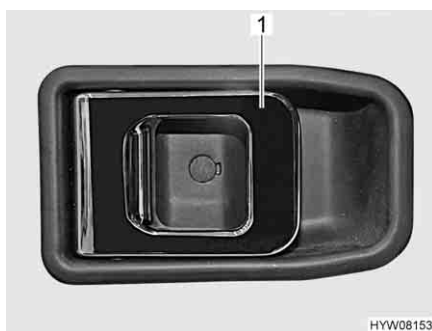

Fig. 49 Serratura della porta (porta conducente/porta di ingresso, lato interno)
- Tirare la maniglia (Fig. 49,1). La serratura della porta si sblocca o apre.
- Premere la maniglia (Fig. 49,1). La serratura della porta si blocca.